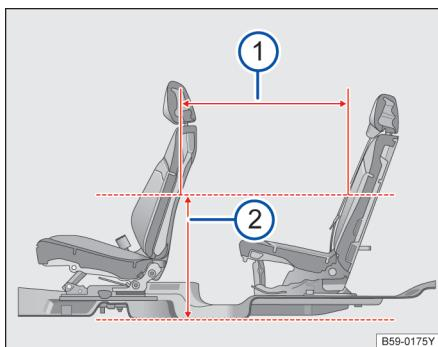

图 79 前排座椅和第二排座椅的座间距
500mm 处→图 79②, 第一排及第二排座椅座间
距为 858mm→图 79①; 在距离第二排座椅下方